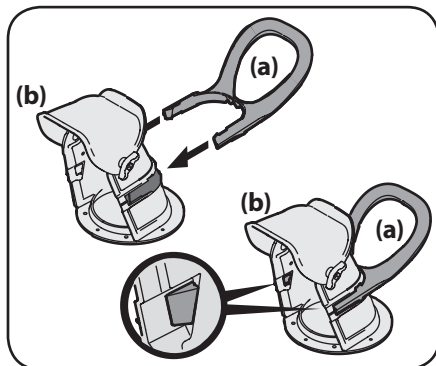

Figura 2-6
1. Coloque la manija del canal (a) sobre el canal (b) como se muestra en la Figura 2-6. Asegúrese de que la manija esté alineada en el canal sobre el mismo y que las lengüetas están ajustadas en su lugar.